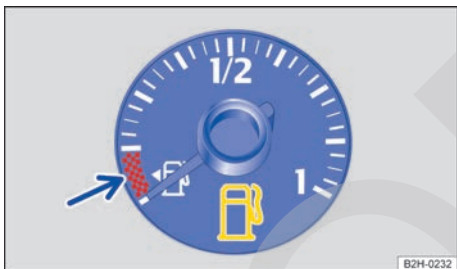
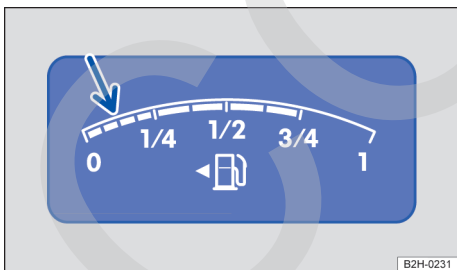

Fig. 133 En el cuadro de instrumentos: indicador del nivel de combustible para nafta y gasoil.
Fig. 134 En la pantalla del cuadro de instrumentos: indicador del nivel de nafta o gasoil.
El indicador del nivel de combustible puede variar en función del equipamiento del vehículo → fig. 133 o → fig. 134.
**Si se enciende:** el depósito de combustible está casi vacío. Se está utilizando el combustible de la reserva, marca roja → fig. 133 (flecha) → página 324 → . Cargue combustible en cuanto tenga la oportunidad → página 189.
**Si parpadea:** el tanque de nafta está casi vacío. Los segmentos → fig. 134 (flecha) parpadean aprox. 10 segundos. Se está utilizando el combustible de la reserva → página 324 → . Cargue combustible en cuanto tenga la oportunidad → página 189.